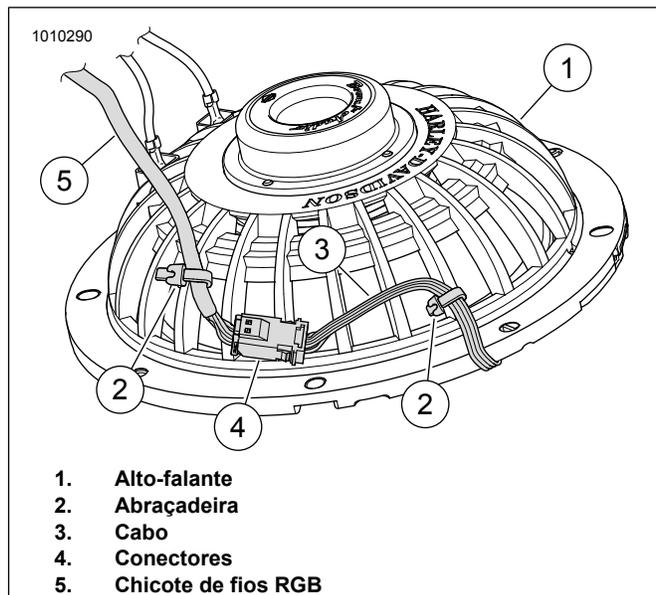

Figura 12. Parte traseira do alto-falante, cabo e abraçadeira
- a. Veja a figura 12. Junte os conectores (4) do componente de LED no chicote de fios RGB.
- b. Oriente o cabo do componente de LED (3) pela parte de trás do alto-falante (1) conforme mostrado. Para estabilizar os conectores (4), fixe o cabo do componente de LED (3) e o chicote de fios RGB (5) com as abraçadeiras (2) conforme mostrado.